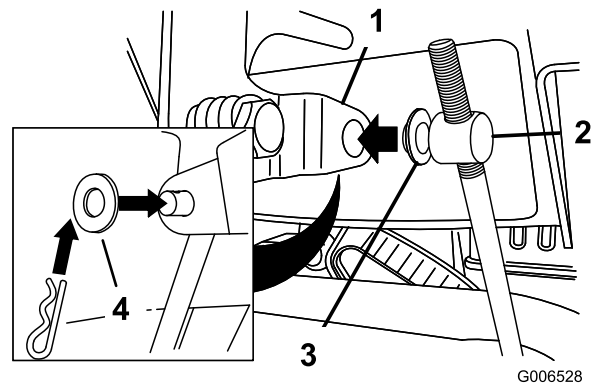

Figure 11
3. Retirez la goupille fendue et la rondelle extérieure du tourillon à l'extrémité supérieure de la tige de commande de vitesse (Figure 11).
Remarque: Pour faciliter l'installation, laissez la rondelle plate sur le tourillon (Figure 11).
6. Soulevez la tige de commande de vitesses et insérez le tourillon dans le trou du levier sélecteur de vitesses (Figure 11).
- B. Désaccouplez le tourillon du sélecteur de vitesses (Figure 11).
- C. Tournez le tourillon vers le bas (sens horaire) sur la tige de commande de vitesse (Figure 11).
- D. Accouplez le tourillon au sélecteur de vitesses (Figure 11).